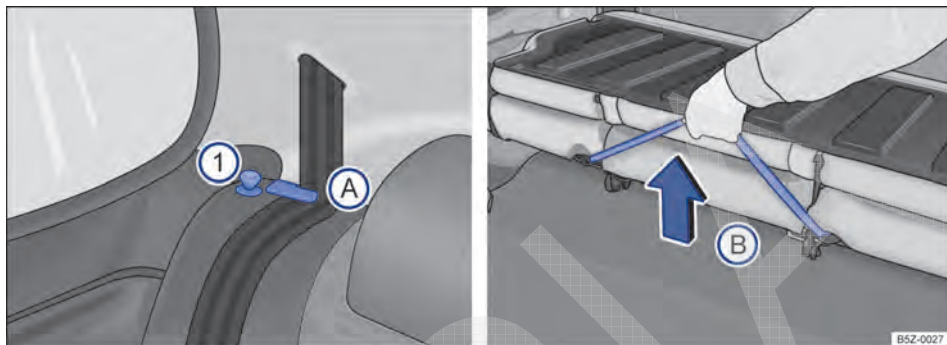

Fig. 71 Banco traseiro: pinos de destravamento ❶; posicionador para os cadarços dos cintos (A); alça para destravamento do conjunto do assoalho (B).
- Posicionar os cadarços dos cintos de segurança nos seus respectivos posicionadores → Fig. 71 (A).
- Levantar o pino → Fig. 71 ❶ de destravamento em ambos os lados para cima e, ao mesmo tempo, rebater o encosto do banco traseiro para frente.
- Puxar a alça → Fig. 71 (B) para destravar o conjunto do assoalho e, ao mesmo tempo, levante-o **cuidadosamente** na direção dos bancos dianteiros.
- Segurar o banco traseiro pela alça → Fig. 71 (B) e, soltar de uma altura de 15 cm. ►
- Retirar os cadarços do cinto de segurança do posicionadores → Fig. 71 . Para veículos com cintos de três pontos fixos, recolocar as linguetas nos respectivos fechos.